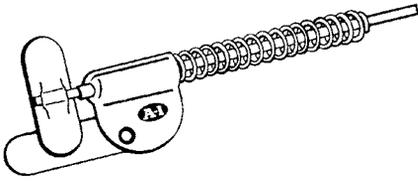

Рис. 5.21. Приспособление, предназначенное для проворачивания личины заклинивших механизмов (С разрешения компании A-1 Security Manufacturing Corp.)
- Устройство для проворачивания личины (рис. 5.21)